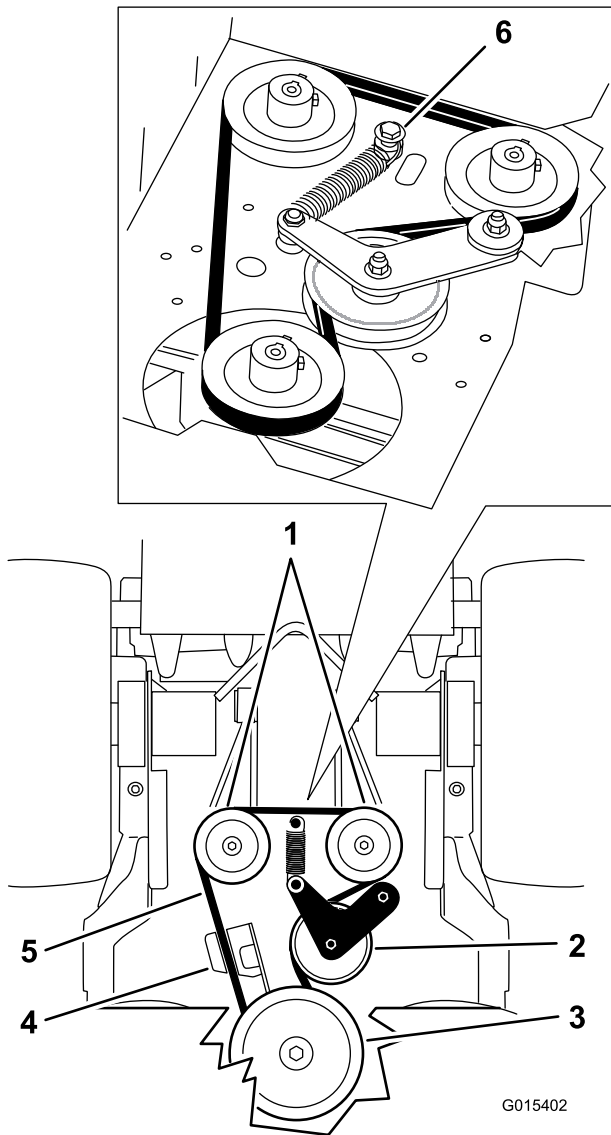

Figura 76
5. Retire el perno de cuello largo, la tuerca y la arandela de la carcasa del motor y del muelle (Figura 76).
6. Retire la correa de transmisión de la bomba (Figura 76).
8. Instale el muelle en el perno de cuello largo y la arandela, y conéctelo a la carcasa del motor con la tuerca (Figura 76).